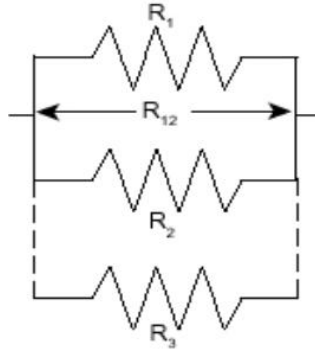

Figura 6. Circuito resistencias en paralelo.
5. Conecta las tres resistencias en paralelo como se muestra en la **Figura 6**. Mide los valores R_{12}, R_{23} y R_{123} conectando las puntas del multímetro en los extremos de las flechas indicadas en el diagrama de la **Figura 6**. Registre estos valores en la **Tabla 2**. Importante: para la medición de R_{12} , solo deben